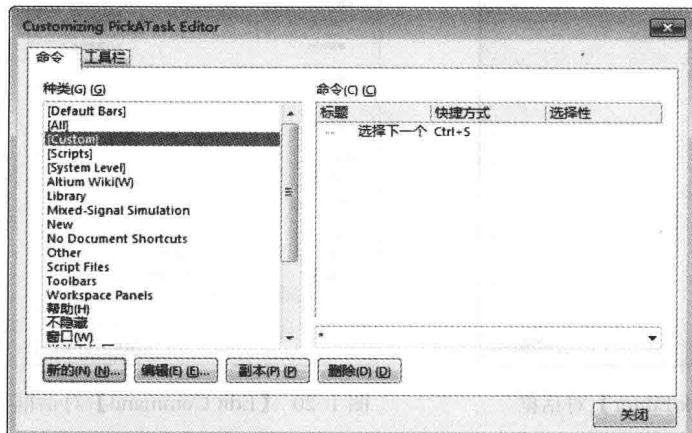

图 1-23 新建命令完成
(6) 单击**确定**按钮，返回【Customizing PickATask Editor】对话框。左侧的命令【种类】列表中，增加了一项【Custom】，而新建的命令则出现在右侧相应的【命令】列表中，如图 1-23 所示。